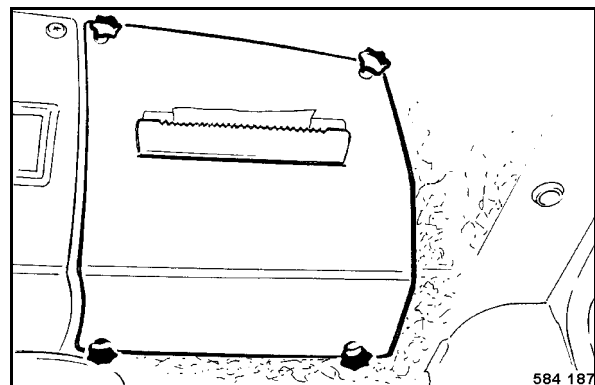

fig. 106
- Dévisser les poignées en étoile (fig. 106) et retirer le cache.